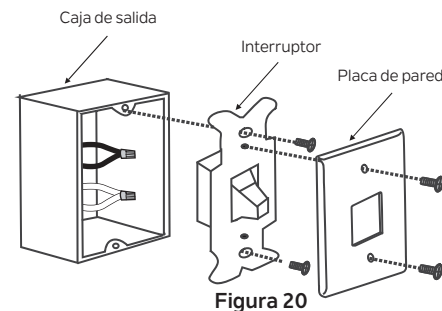

Figura 20
Paso 1. Retire la placa de pared existente y el interruptor antiguo de la caja de salida de pared. (Figura 20)
Paso 2. Conecte los cables NEGROS (calientes) con un conector de cables (no suministrado) y empuje los cables conectados hacia el interior de la caja de salida de pared. (Figura 20)
Paso 3. Conecte los cables BLANCOS (neutros) con un conector de cables (no suministrado) y empuje los cables conectados hacia el interior de la caja de salida de pared. (Figura 20)